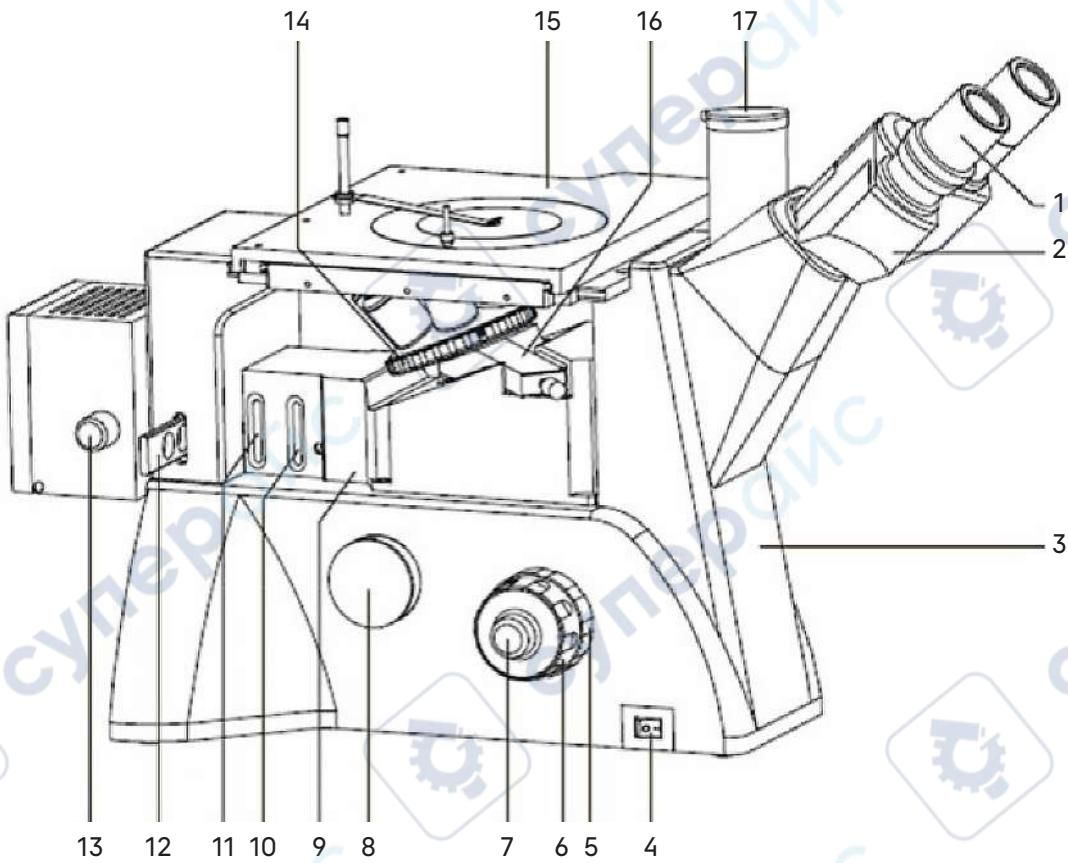
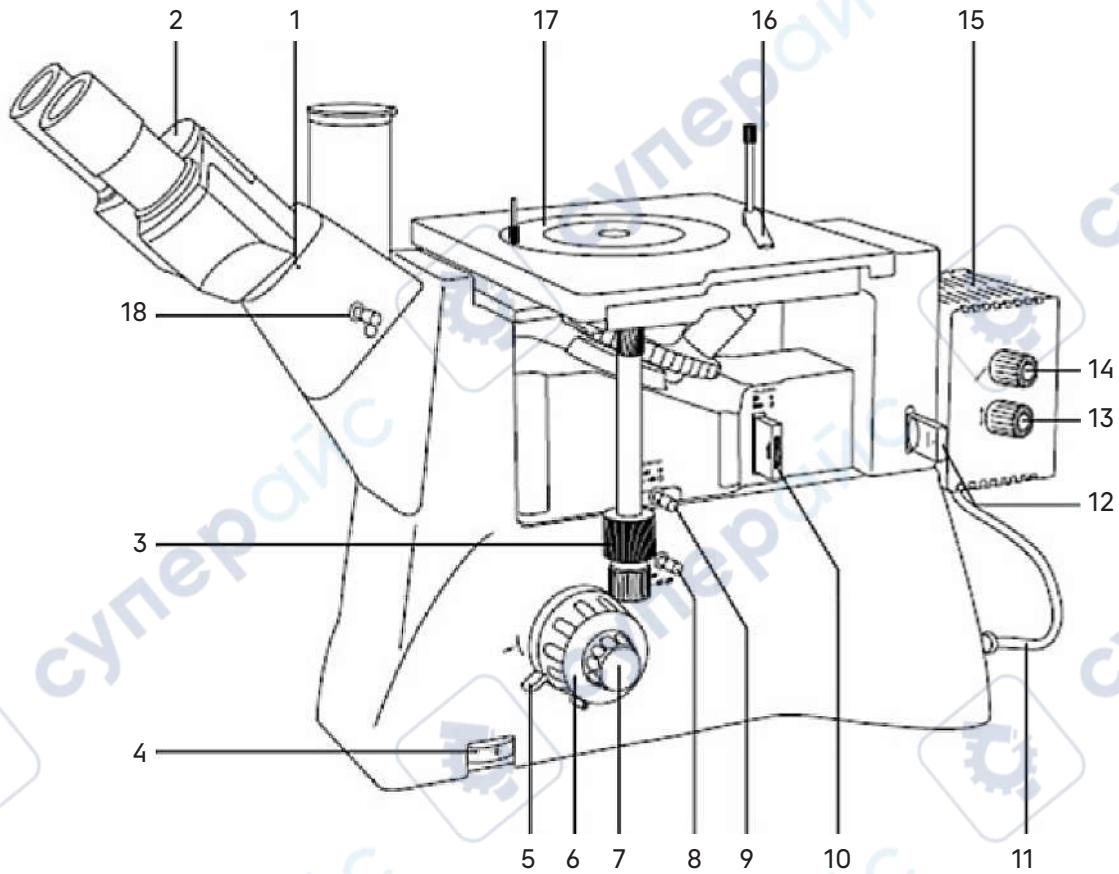

Рис. 1. Микроскоп MAGUS Metal V700 DIC. Вид слева
Рис. 2. Микроскоп MAGUS Metal V700 DIC. Вид справа
Общий вид микроскопа представлен на рис. 1 и 2.
На штативе 3 (рис. 1) закреплены:
- револьверное устройство 14 (рис. 1) с объективами;
- предметный столик 15 (рис. 1);
- тубусы визуальной насадки 2 (рис. 1);
- фонарь лампы 15 (рис. 2).
На левой боковой поверхности штатива расположен выключатель 4 (рис. 1) сетевого напряжения. В положении «—» включается, а в положении «0» выключается сетевое напряжение.
На правой боковой поверхности штатива расположен диск 4 (рис. 2) для регулировки напряжения питания источника света.
На левой боковой поверхности штатива расположен канал визуализации 8 (рис. 1) для установки камеры. Микроскоп укомплектован адаптером C-mount, который устанавливается в этот канал и закрепляется в нем винтом. На адаптер устанавливается камера. Камера служит для вывода изображения на экран компьютера или монитор/телевизор.
Фокусировка на объект осуществляется перемещением по высоте револьверного устройства с объективами. Грубая фокусировка производится вращением коаксиальных рукояток 6 (рис. 1, 2), расположенных по обеим сторонам штатива.
Тонкая фокусировка производится вращением рукояток 7 (рис. 1, 2), расположенных по обеим сторонам штатива. Тонкая фокусировка требуется для более точного фокусирования на объект и для подфокусировки микроскопа на резкость изображения при смене объективов и препаратов. Цена деления тонкой фокусировки – 2 мкм.
Механизм регулировки жесткости хода грубой фокусировки 5 (рис. 1) – кольцо между штативом и рукояткой грубой фокусировки с левой стороны. С помощью кольца регулируется жесткость хода грубой фокусировки так, чтобы жесткость была комфортной для пользователя, но при этом револьверное устройство с объективами не опускалось самопроизвольно во время работы.
Механизм блокировки грубой фокусировки 5 (рис. 2) расположен с правой стороны. После завершения грубой фокусировки рекомендуется перевести рычаг в крайнее положение в направлении по часовой стрелке. Таким образом закрепится положение грубой фокусировки для быстрой рефокусировки после смены препарата.
Тринокулярная визуальная насадка обеспечивает визуальное наблюдение изображения объекта. Насадка закреплена на штативе 3 (рис. 1). В гнездо насадки устанавливается блок окулярных тубусов 2 (рис. 1) и закрепляется винтом 1 (рис. 2). При установке поверните тубусы вверх или вниз для удобства наблюдения.
Изменение межзрачкового расстояния в насадке осуществляется разворотом окулярных тубусов в пределах 48–75 мм. Значение расстояния, установленного в соответствии с глазной базой наблюдателя, отсчитывается по шкале 2 (рис. 2) на насадке.
В вертикальный тубус 16 (рис. 1) корпуса визуальной насадки (канал визуализации) с помощью переходника C-mount устанавливается система визуализации с монитором. Переключение светового потока на вертикальный тубус производится рукоятками 8 (рис. 2) и 18 (рис. 2). Рукоятка переключения светового потока на вертикальный канал визуализации 18 (рис. 2) имеет два положения: 100/0 и 50/50.
В комплект микроскопа входят окуляры 1 (рис. 1). Окуляры имеют высокое положение выходного зрачка и предназначены для работы как в очках, так и без них.
Револьверное устройство 14 (рис. 1) обеспечивает установку пяти объективов. Смена объективов производится вращением револьверного устройства за конусную рифленую поверхность до фиксированного положения.
Встроенные полевая и апертурная диафрагмы отцентрированы в оптической оси на заводе-изготовителе и дополнительной центрировки не требуют. Если появится необходимость, диафрагмы можно отцентрировать регулировочными винтами. Раскрытие/закрытие полевой и апертурной диафрагм производится вращением кольца 10 (рис. 1) и кольца 11 (рис. 1) соответственно.
Двухкоординатный механический предметный столик 15 (рис. 1) закреплен на штативе. Перемещение столика осуществляется рукоятками 3 (рис. 2).
На задней стенке штатива микроскопа находится соединительный переходник. На него устанавливается фонарь галогенной лампы 15 (рис. 1).
Регулировка положения лампы относительно оси осуществляется рукоятками 13, 14 (рис. 2).
Регулировка положения лампы относительно коллектора осуществляется рукояткой 13 (рис. 1).
Для проведения наблюдений в поляризованном свете микроскоп оснащен устройством простой поляризации, которое включает в себя съемные анализатор 9 (рис. 2) и поляризатор 10 (рис. 2). Поляризатор вращается в диапазоне 0–360°. Анализатор выполнен в виде пластины и не оснащен поворотным диском.
В комплект микроскопа входит слайдер со светофильтрами 12 (рис. 2). Слайдер имеет 5 положений: желтый, синий, матовый, зеленый фильтры, а также свободное отверстие. Светофильтры помогают правильно настроить цветопередачу в зависимости от образца исследования, улучшить цветовой баланс и повысить контрастность и яркость изображения.